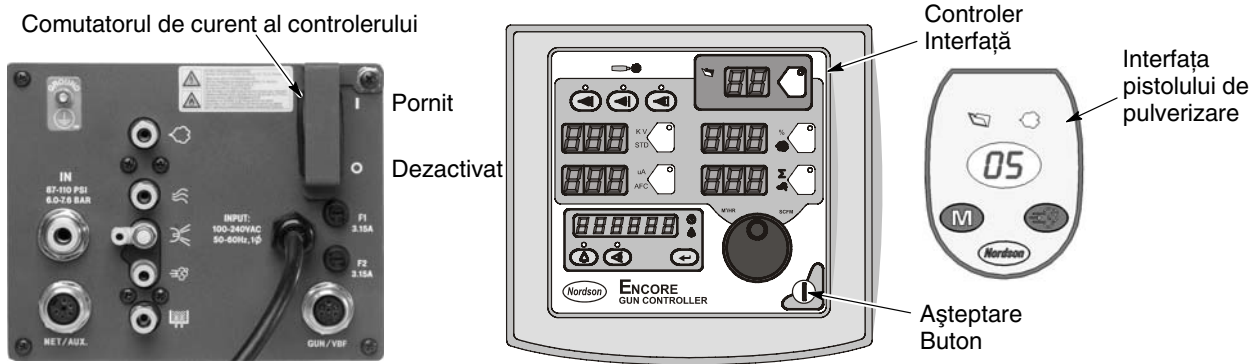

Figura 3-1 Comenzile sistemului
4. A se vedea Figura 3-1. Pistolul de pulverizare nu trebuie să fie acționat, apoi activați controlerul de la sursă. Monitoarele și pictogramele de pe interfața controlerului și interfața pistolului trebuie să se aprindă.
Utilizați butonul **Standby** indicat în Figura 3-1 pentru a opri interfața și a dezactiva pistolul de pulverizare în pauzele de producție. Când interfața controlerului este oprită, pistolul cu pulverizare nu poate fi declanșat, iar interfața pistolului de pulverizare este inactivă.